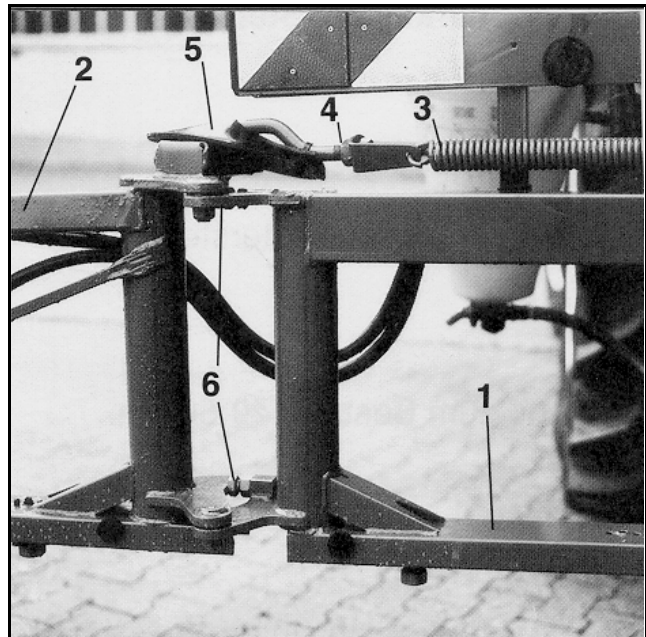

Fig. 8.16
- Desserrez le contre-écrou de la vis de réglage (Fig. 8.16/6).